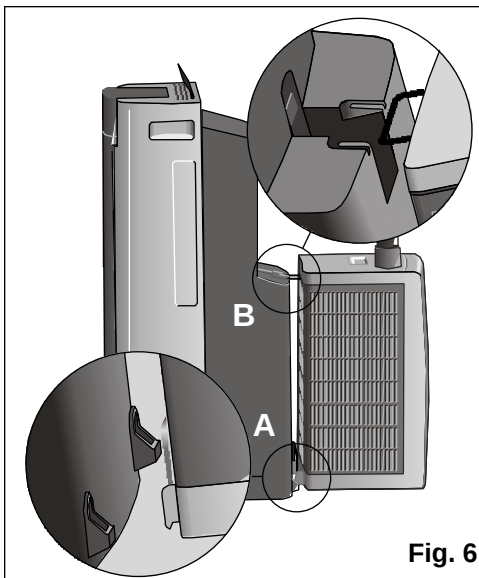

Fig. 6
- ❑ Para transportar la totalidad del equipo con mayor facilidad, colgar la unidad exterior de la unidad interior como se indica en la **Fig. 6**. Para ello deberá introducir en primer lugar los salientes inferiores (**A**) y en segundo lugar la varilla superior (**B**) de la unidad exterior, en la unidad interior.